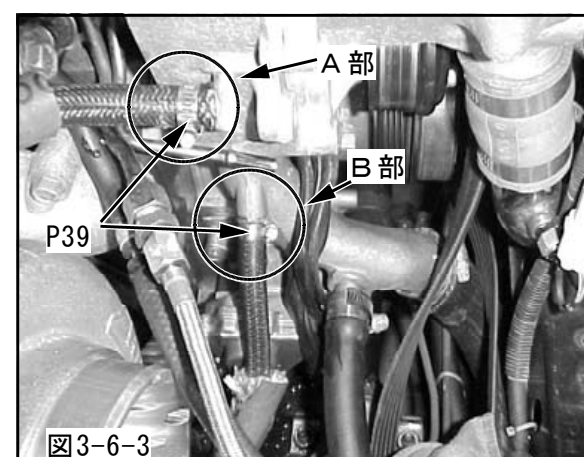

図3-6-3
- (9) 耐油ホースφ10にサーモテープを巻いてください。
- (10) (4) で取付けた耐油ホースφ10を車両A部とB部に取付けてください。(図3-6-3)